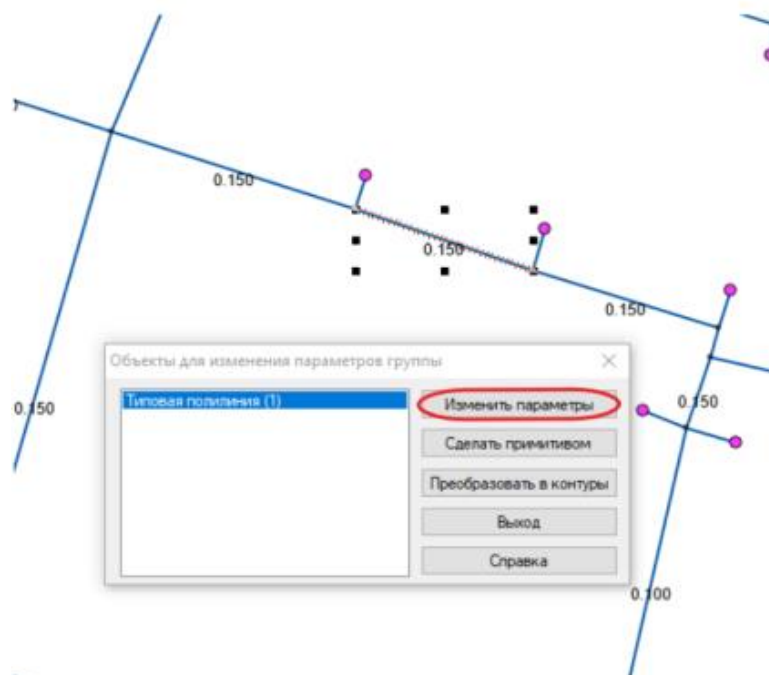

Рисунок 5.
6. Появляется окно: Объекты для изменения параметров группы, нажимаем «Изменить Параметры» Рисунок 5.